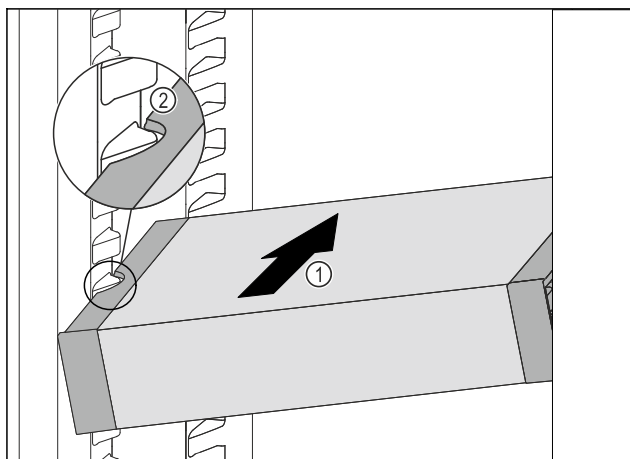

Fig. 92
- ▶ VarioSafe zasúvajte šikmo do chladničky Fig. 92 (1), kým sa bočné vybrania Fig. 92 (2) VarioSafe nebudú nachádzať vo výške rebra nádoby v chladničke.